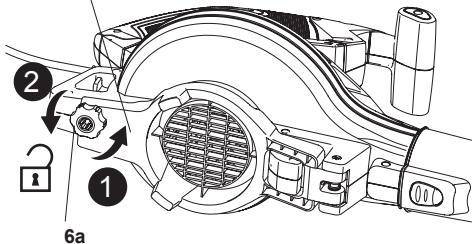
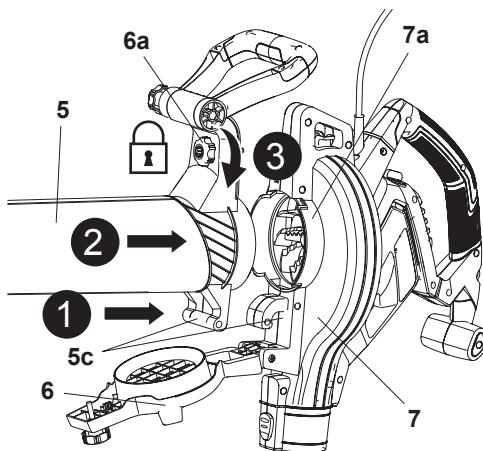

Fig. 4
Fig. 5
2. Abra a cobertura do ventilador (6) girando o botão (6a).
Desaperte o botão de bloqueio (6a) no sentido anti-horário, em seguida, retire a cobertura do impulsor (6) (Fig. 4, passos 1, 2) e mantenha-a no lugar. Prenda a saliência do tubo (5) para pendurar (5c) à unidade principal (7), depois insira o conjunto do tubo (5) na porta de vácuo (7a) até ao fundo (Fig. 5, passos 1, 2).
- Aperte o botão de bloqueio (5b) no sentido horário para assegurar o conjunto do tubo de vácuo no seu lugar (Fig. 5, passo 3). Você pode ouvir um clique assim que o botão de bloqueio (5b) estiver colocado corretamente, e o interruptor incorporado será ativado.